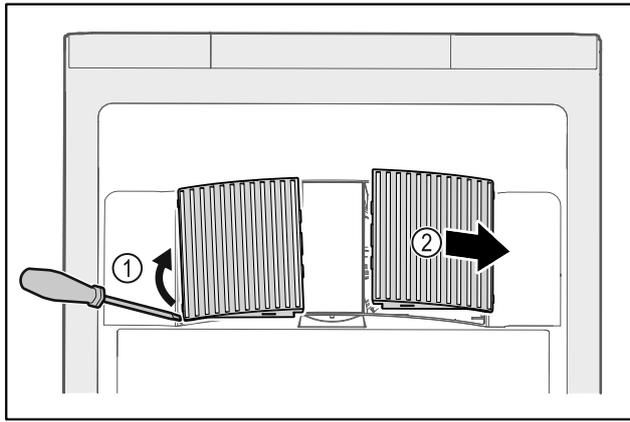

Fig. 175
- ▶ Ventilatorabdeckungen vorsichtig von der Seite heraushebeln Fig. 175 (1) und nach vorne abnehmen Fig. 175 (2).